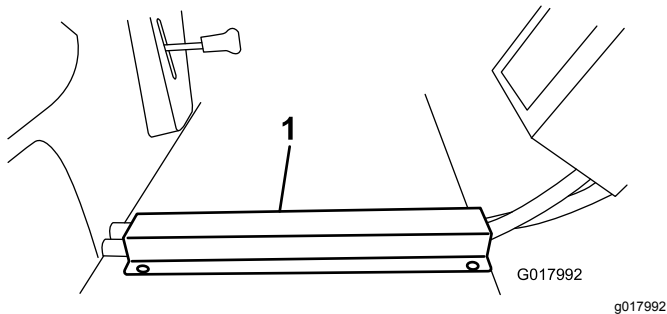

図 29
3. ホースの上からホース用チャネルを被せて、前側のエッジをフロアボードの前側のエッジにそろえる。フロアボードにドリルで穴を開けて、タップねじで固定する図 29。